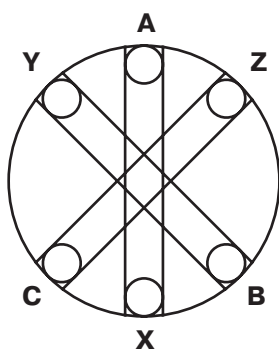
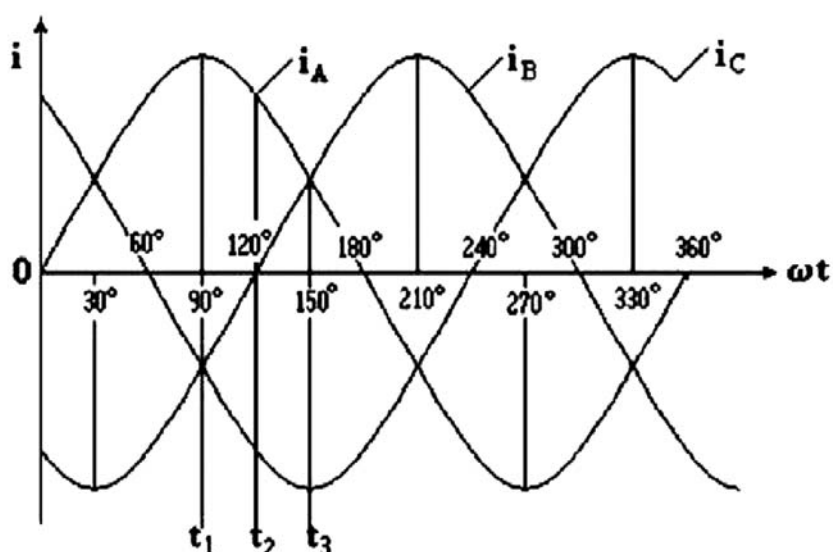

Рис. 1
Рис. 2
Возьмем цилиндр с внутренним диаметром D . На поверхности цилиндра разместим три катушки, пространственно смещенные относительно друг друга на 120° . Катушки подключим к источнику трехфазного напряжения (рис. 1). На рис. 2 показан график изменения мгновенных токов, образующих трехфазную систему.
1. Катушки, изображенные на рис. 1, создают двухполюсное магнитное поле, с числом полюсов $2P = 2$. Частота вращения поля равна 3000 об/мин. Чтобы получить четырехполюсное магнитное поле, необходимо внутри цилиндра диаметром D поместить шесть катушек, по две на каждую фазу. Тогда магнитное поле будет вращаться в два раза медленней, с $n_1 = 1500$ об/мин.